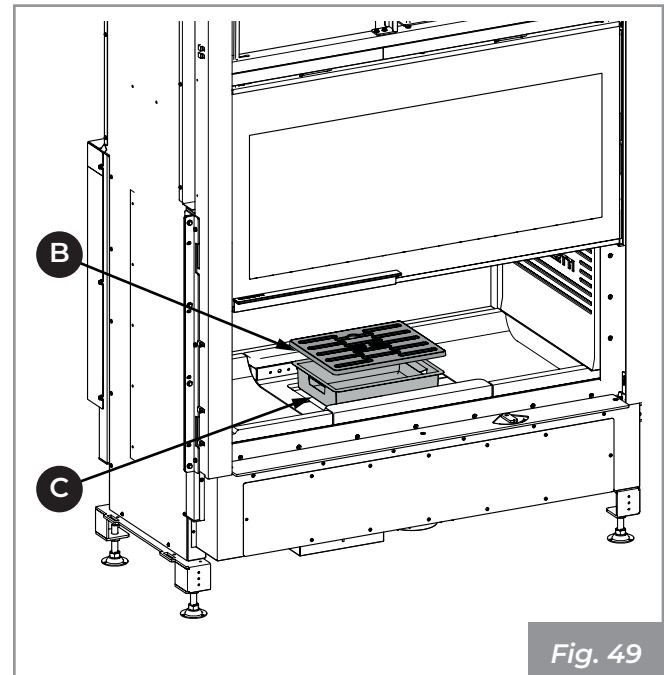

Fig. 49
- 2) Sollevare ed estrarre la griglia (B) e il cassetto cenere (C) (Fig. 49).